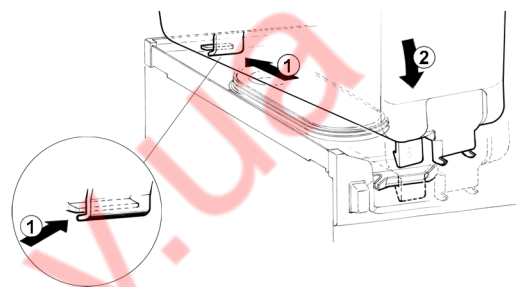

figura 9
**5** Poner el contenedor sobre el distribuidor. Por facilitar esta operación, mojar la junta con un poco de agua. Asegurarse que el gancho posterior del contenedor esté insertado en el lugar correcto del plano recoge-gotas. (ver figura 9)